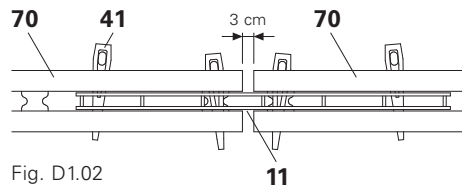

Fig. D1.02
Com régua VKZ (11) e cunha KZ (41). A distância entre as correias SRU (70) é de 3 cm. (Fig. D1.02)